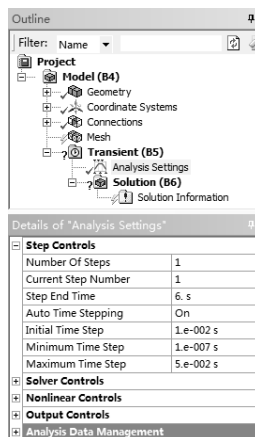

图 10-92 Analysis Settings
1) 在【Outline（分析树）】中选择【Transient (B5)】节点下的【Analysis Settings】节点，在详细设置窗口中设置【Step End Time】为 6s，如图 10-92 所示。